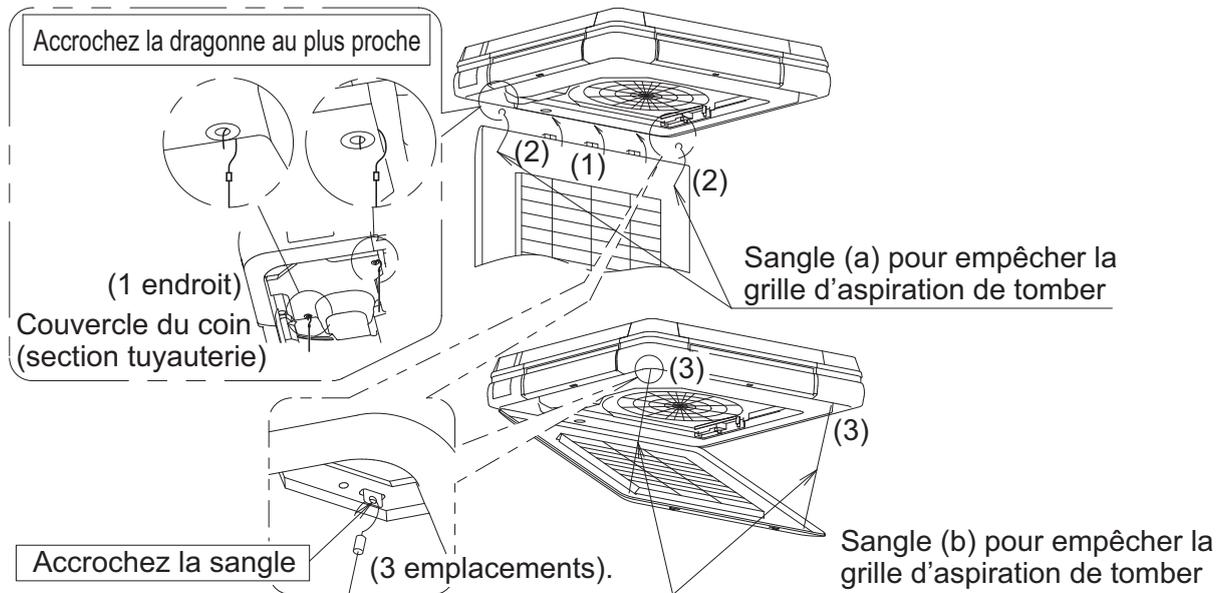

Fig. 49
- Après avoir fixé la grille d'aspiration dans l'ordre opposé figurant dans la clause "4. PRÉPARATIFS AVANT L'INSTALLATION - (3)" (Reportez-vous à la Fig. 49-(1)), accrochez la sangle (a) pour empêcher la grille d'aspiration de tomber (Reportez-vous à la Fig. 49-(2)).
- Accrochez la sangle (b) pour empêcher la grille d'aspiration de tomber. (Reportez-vous à la Fig. 49-(3))